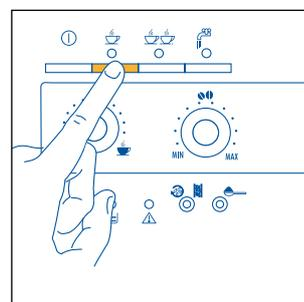
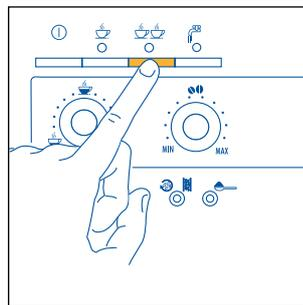

Fig.12
Fig. 13
- 5) Presione el botón ☕ (fig. 12) si prefiere hacer un café o el botón ☕☕ (fig. 13) si prefiere hacer dos cafés. Ahora la máquina molitura los granos, realiza una breve pre-infusión y después completa la erogación en la taza.
NOTA 4: Mientras la máquina está haciendo el café, es posible detener la erogación en cualquier momento presionando el botón ☕ (fig. 12) o ☕☕ (fig. 13) antes seleccionado.
NOTA 5: ni bien se haya concluido la erogación, si quiere aumentar la cantidad de café en la taza, basta con mantener apretado el botón ☕ (fig. 12) o ☕☕ (fig. 13) antes seleccionado hasta obtener la cantidad deseada (esta operación debe realizarse transcurridos 3 segundos desde que concluyó la erogación).